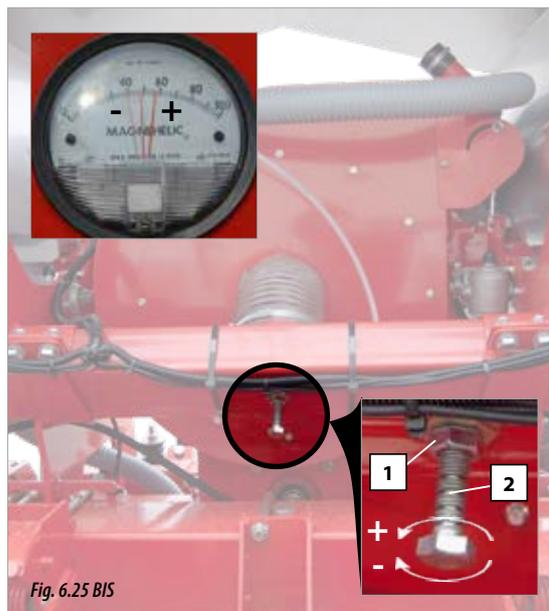

Fig. 6.25 BIS
Il livello di aspirazione della turbina viene misurato col vacuometro (Fig. 6.25). In funzione delle sementi, si consiglia di regolare il livello di aspirazione secondo la tabella seguente:
- 1- Allentare il dado (1, Fig. 6.25).
- 2- Avvitare la vite per ridurre la pressione, o allentarla per aumentare la pressione di aspirazione (2, Fig. 6.25 BIS).
DOPO AVER MODIFICATO LA POSIZIONE DELLA VALVOLA REGOLATRICE, VERIFICARE I VALORI DI PRESSIONE CON IL VACUOMETRO (FIG. 6.25), E, SE NECESSARIO, REGOLARE IL REGIME DI GIRI DELLA TURBINA PER ADEGUARE I VALORI DI PRESSIONE SECONDO LA TABELLA NELLA SEZIONE 6.4 - SISTEMA DI ASPIRAZIONE - TURBINA.